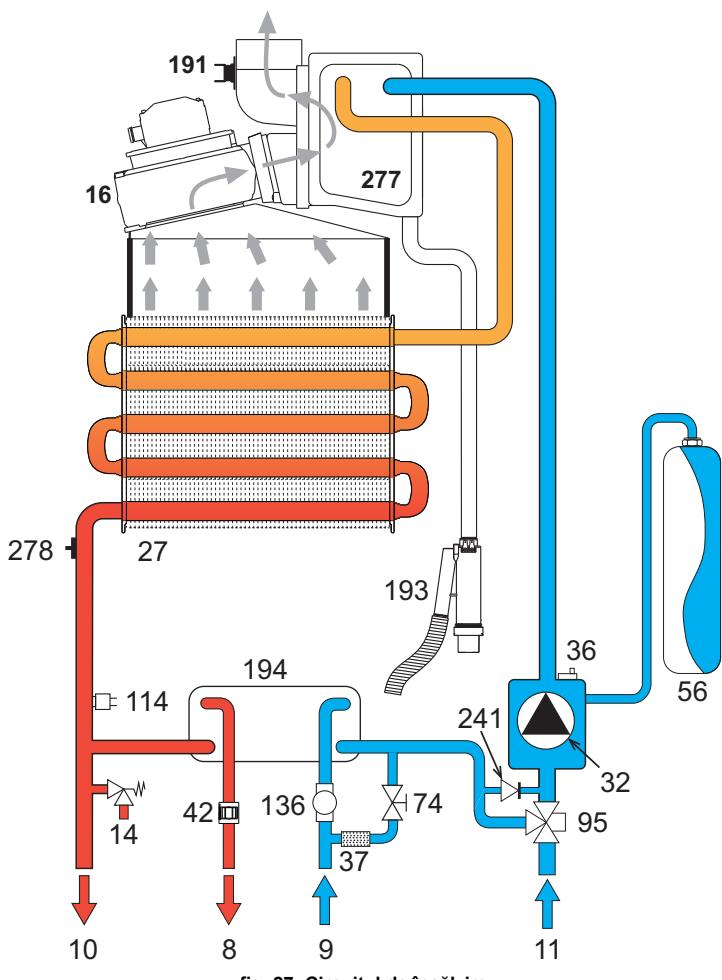

fig. 27- Circuitul de încălzire
**5. CARACTERISTICI și DATE TEHNICE****Tabel. 11- Legendă, fig. 26, fig. 27 și fig. 28**